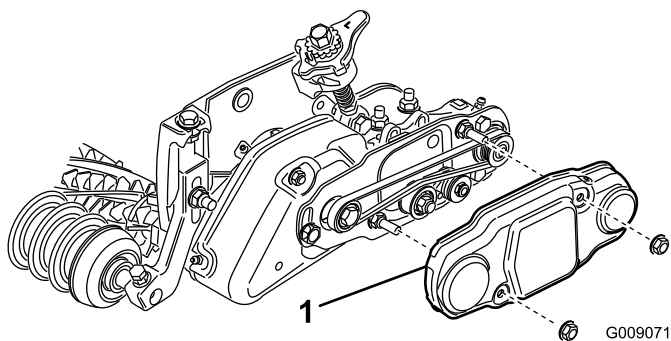

Bild 36
48. Schieben Sie die Riemenabdeckung auf die Befestigungsschrauben und befestigen Sie diese mit zwei Bundmuttern (Bild 36).